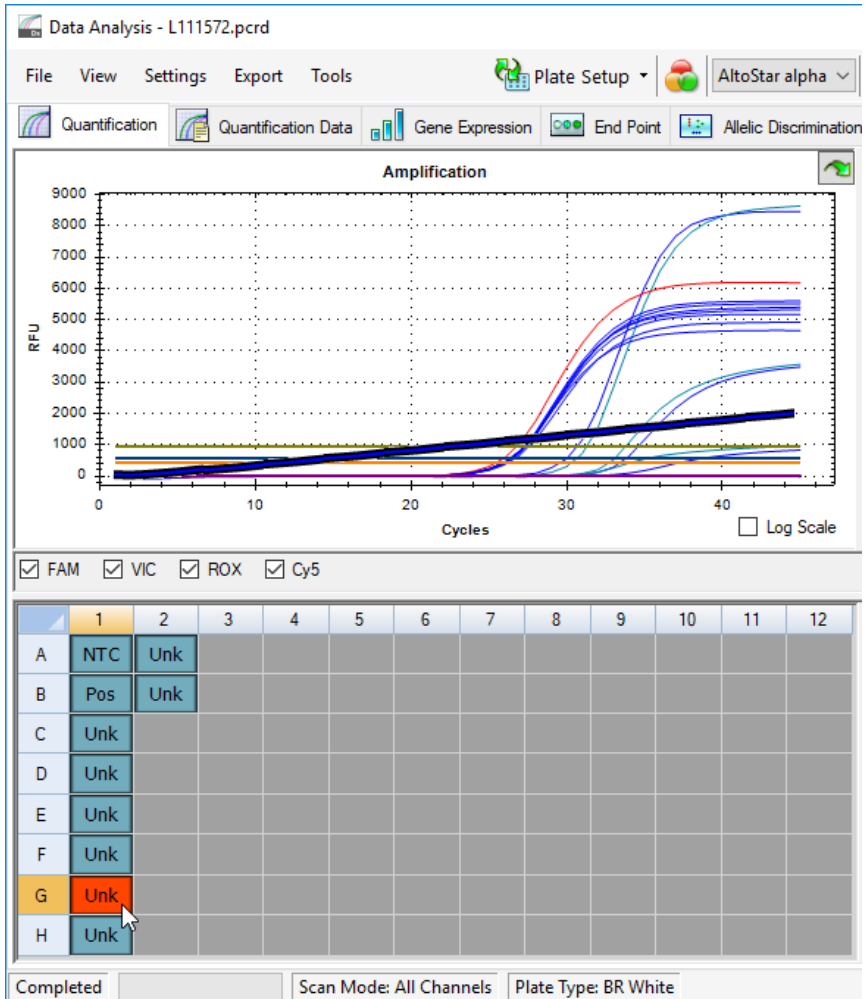

Figure 6: Fenêtre Data Analysis (Analyse des données) : signal PCR irrégulier
- Identifiez les puits présentant des signaux PCR irréguliers (augmentation linéaire du signal, pics de signal, etc.) dans l'un des canaux de détection FAM™ (cible VZV), VIC™ (IC), Cy5 (cible HSV-2) ou ROX™ (cible HSV-1) (voir la figure 6).